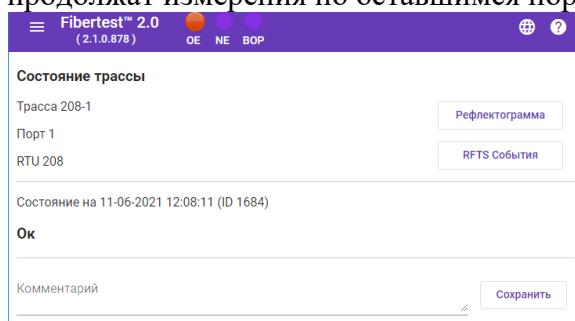

Рисунок 17-28.
2.6. Пункт меню трассы «Точный мониторинг вне очереди» останавливает текущее измерение, если модуль находится в автоматическом режиме, и запускает измерение на выбранном порту с параметрами точной базовой рефлектограммы. После окончания измерения и анализа выдается результат Рисунок 17-28, в данном случае аварий на трассе нет. И далее продолжат измерения по оставшимся портам.